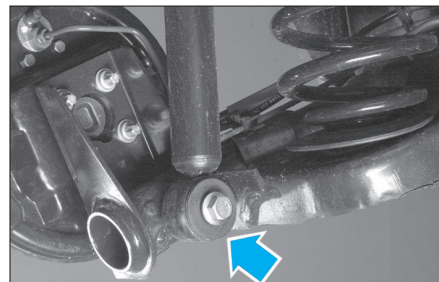

Fig. 12
- Déposer la vis de fixation inférieure de l'amortisseur et récupérer l'amortisseur (Fig.12).